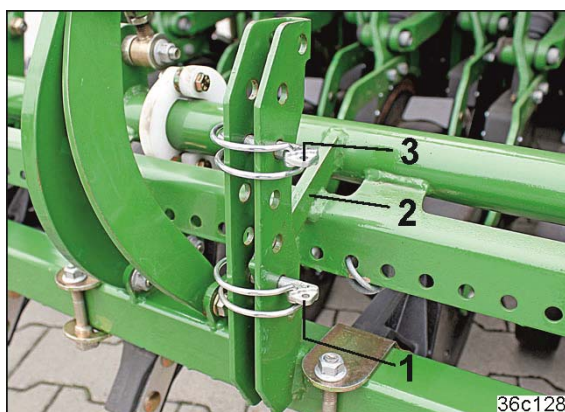

Fig. 195
2. Sett en klappsplint (Fig. 195/1) i en boring under anslaget (Fig. 195/2).
4. Sett en klappsplint (Fig. 195/3) i en boring over anslaget.